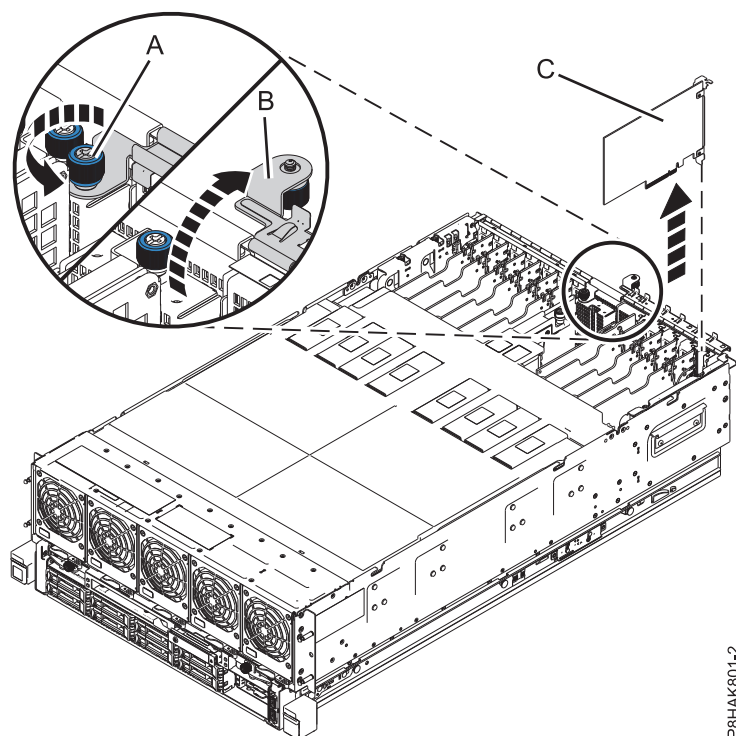

Figura 21. Extracció d'un adaptador PCIe del sistema 8408-44E o 8408-E8E
- a. Descargoleu el cargols de mà captius de la peça de subjecció de retenció d'E/S fins que estigui afliuixat del tot. Consulteu **(A)** a la Figura 21 a la pàgina 33.
- b. Obriu la peça de subjecció de retenció d'E/S fent-la girar cap amunt i traient-la del sistema. Consulteu **(B)** a la Figura 21 a la pàgina 33.
- c. Agafeu amb compte l'adaptador **(C)** per l'extrem superior o contrapunta i traieu-lo de la ranura, tal com es mostra a la Figura 21 a la pàgina 33.